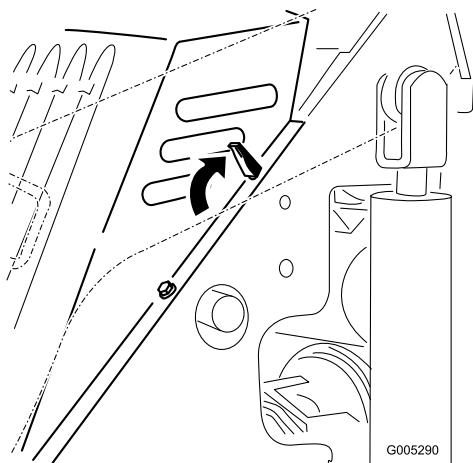

Рисунок 17
- Освободите 4 фиксирующих лепестка (Рисунок 17).
- Расположите капот над рамой машины так, чтобы штыри капота вошли в отверстия рамы (Рисунок 17).
- Закрепите капот, задвинув фиксирующие лепестки вперед и вниз (Рисунок 17).